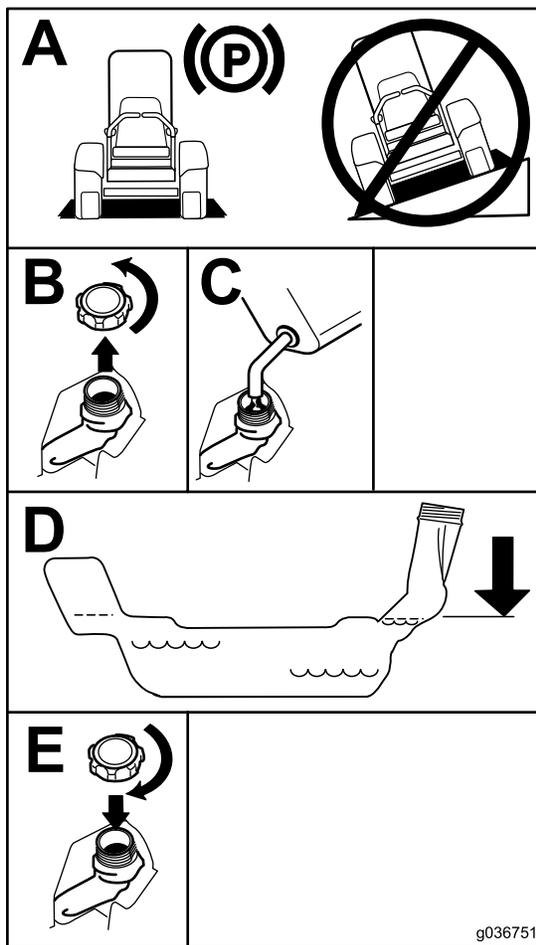

Рисунок 7
5. Заповніть паливний бак до нижньої частини заливної горловини (Рисунок 7).